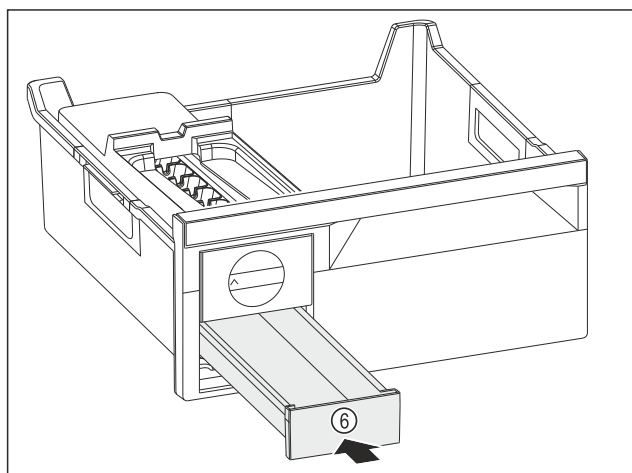

Fig. 202
- Umetnite Fig. 202 (6) prelinac za kockice leda.